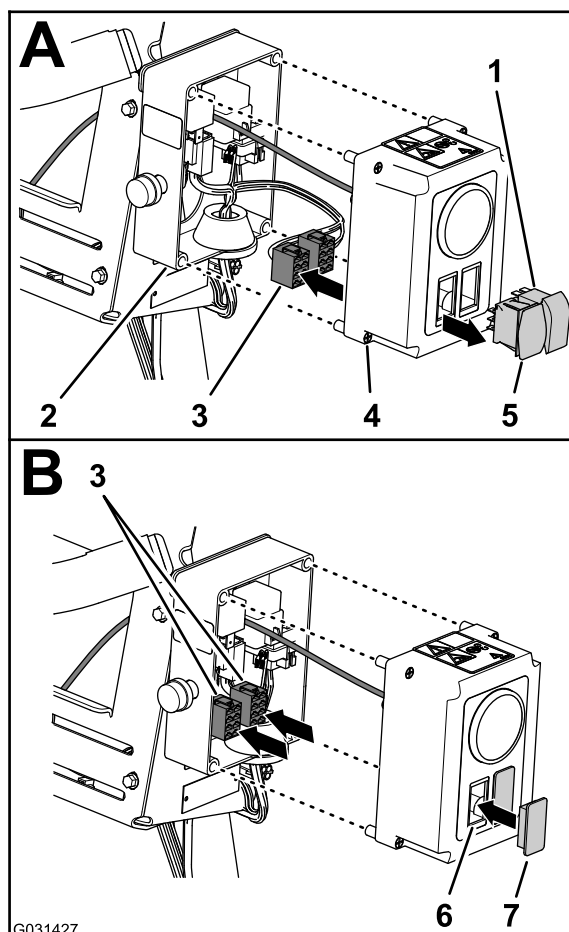

Figura 15
1. Na caixa de controlo para o kit de cilindro de tubagem elétrico, desaperte totalmente os 4 parafusos da cobertura que prendem a cobertura à caixa de controlo e retire cuidadosamente a cobertura (Figura 15).
- A. Desligue os 2 conectores (8 tomadas) da cablagem da caixa de controlo do interruptor de controlo da pressão e do interruptor Ligar/Desligar (Figura 15).
- B. Passe os 2 conectores (8 tomadas) por dentro da caixa de controlo (Figura 15).
- C. Aperte as abas de bloqueio dos 2 interruptores e pressione os interruptores para fora da cobertura da caixa de controlo (Figura 15).
3. Alinhe o(s) tampão(ões) do interruptor com a(s) abertura(s) na cobertura de onde retirou os interruptores (Figura 15 e Figura 16).
4. Insira o(s) tampão(ões) do interruptor na cobertura até o(s) tampão(ões) ficar(em) bem preso(s) na cobertura (Figura 15 e Figura 16).
5. Alinhe a cobertura com a caixa de controlo e prenda a cobertura à caixa com os quatro parafusos da cobertura (Figura 15).